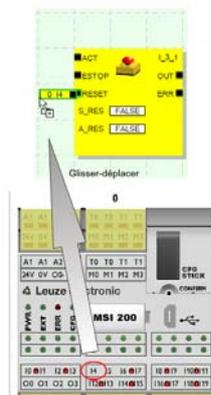

Figure 5-8 Ajout d'un signal dans l'éditeur de liens
6. Déplacez les signaux d'entrée ou de sortie nécessaires du nouveau module inséré par glisser-déplacer dans l'éditeur de liens et raccordez-les (voir Figure 5-8, page 5-15).
2. Déplacez le (double) signal d'entrée ou de sortie souhaité depuis l'éditeur de matériel dans l'éditeur de liens (voir Figure 5-8, page 5-15) :